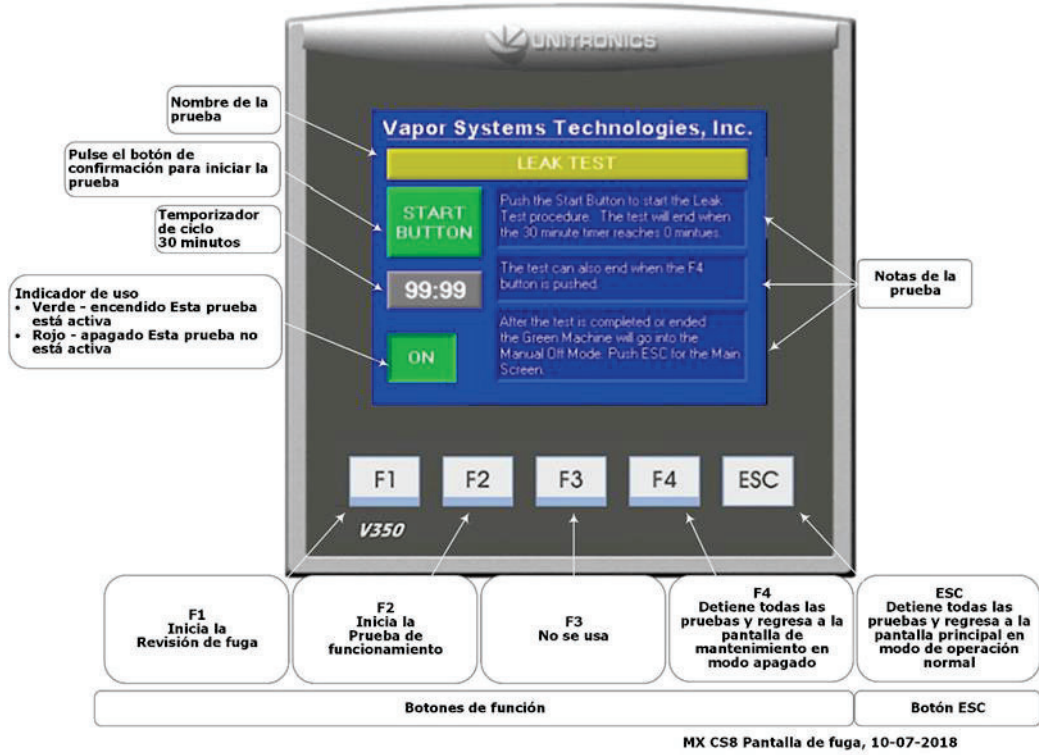

Figura 9-38: Pantalla de la prueba de fugas
8. En el controlador de la GREEN MACHINE, presione el botón F1 para iniciar la prueba de fugas, lo que desactivará la bomba de vacío y abrirá todas las válvulas de control. **Vea la Figura 9-38.**